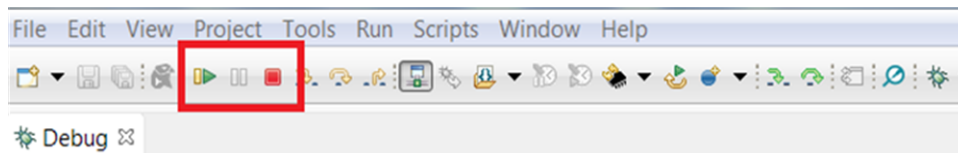

図 27. 実行ボタン
- Step 8. CCSソフトウェアがデバイスに接続されたら、CCSからプログラムを実行します。緑色の再生ボタンをクリックすると、プログラムがハードウェアで実行されます(図 27を参照)。MSP-FET430UIFの接続を解除するには、赤色の停止ボタンをクリックします(図 27を参照)。